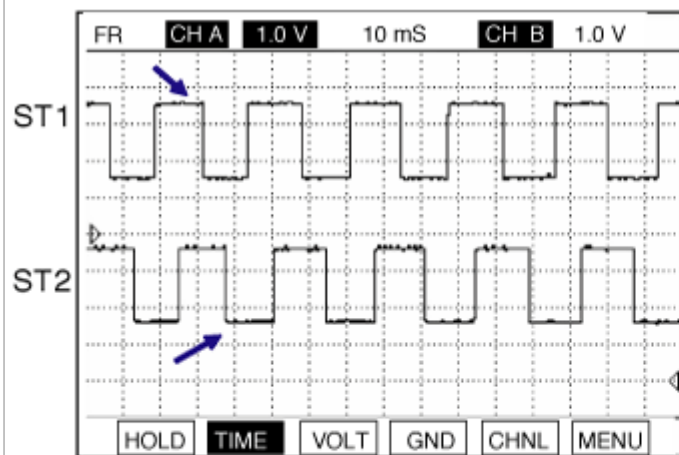

Fig1
- 图 1) 工作状态: 点火开关 “ON”, 发动机 “ON”